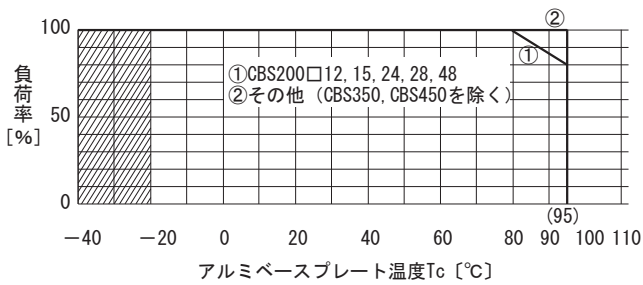

図 6.6 ディレーティング特性
■アルミベースプレート温度によるディレーティング特性を図 6.6 に示します。ベースプレート温度は、風が直接あたらない部分（A部）の温度を測定してください。斜線部は、リップル、リップルノイズが大きくなりますのでご注意ください。